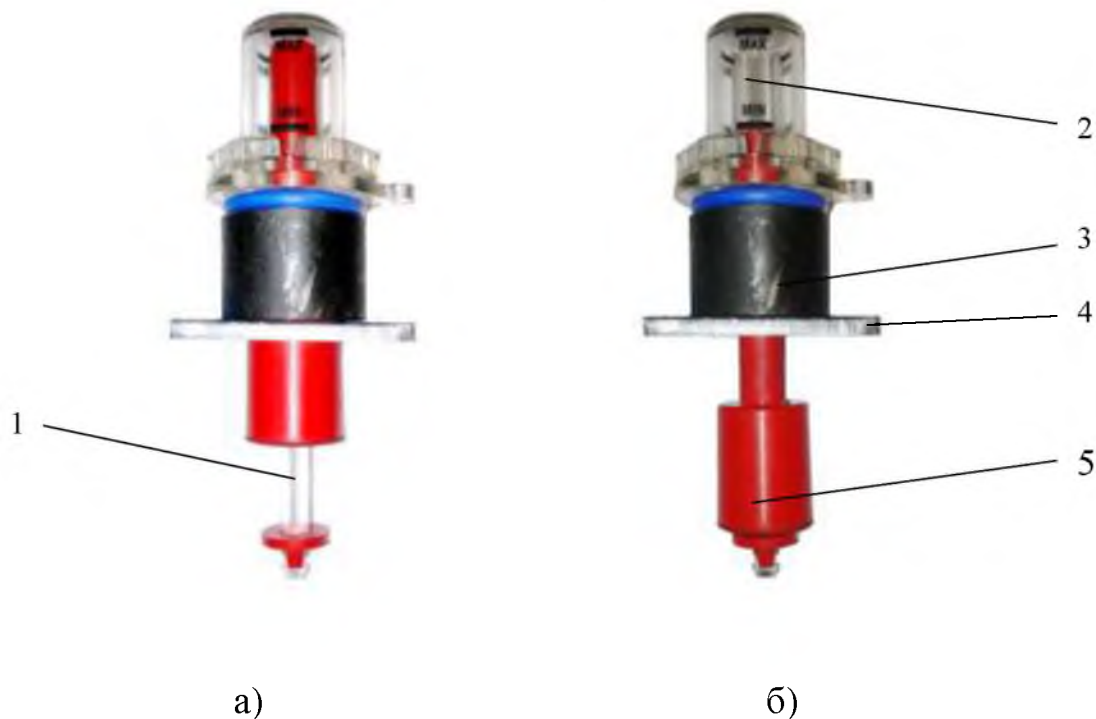

Рис. 8.1 Положения маслоуказателя:
-проверить наличие масла для трансформаторов ТМГ по положению поплавка маслоуказателя (рис. 8.1);